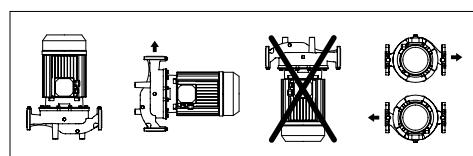

FIG 2: Installation av motor ≤7.5kW 2-polig och ≤1.1kW 4-polig
- Pumparna kan installeras vid leverans i både vågrät eller lodrät position, så länge motorn aldrig placeras lägre än pumpen. Detta för att undvika att vatten läcker in i motorn eller lagren.(FIG 2) (Obs: lodrät installation är möjlig för ≤7.5kW 2-poliga och ≤1.1kW 4-poliga enheter)